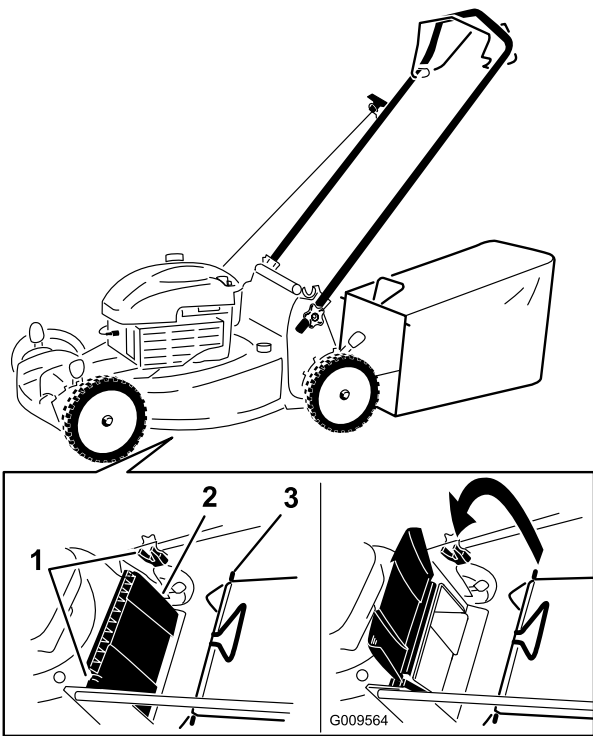

Figura 15
1. Sollevate il deflettore posteriore e tenetelo sollevato (Figura 15).